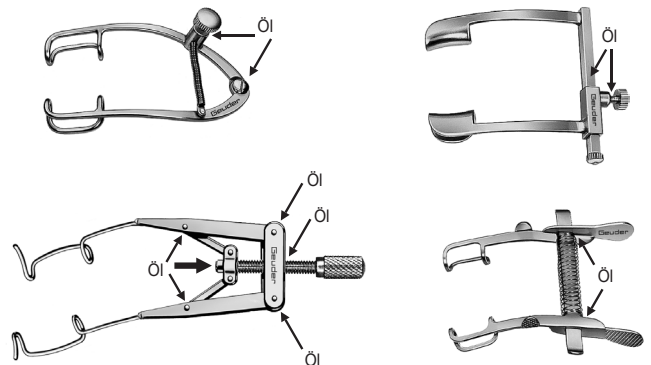

Abb. 2
- Bringen Sie das Instrumentenöl punktuell auf die zu öhlende Fläche auf (Abb. 2).